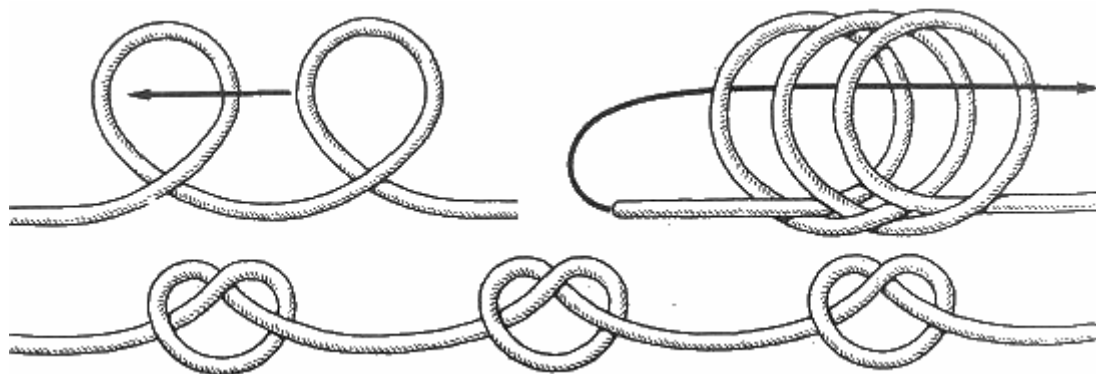

Рис. 8. "Пожарная лестница"
**"Пожарная лестница"** (рис. 8). В повседневной деятельности моряков, верхолазов-монтажников, строителей, пожарных, горноспасателей и скалолазов нередко возникает необходимость в использовании так называемого шкентеля с мусингами. Шкентелем на флоте называют вертикально висящий растительный трос, закрепленный за что-нибудь верхней частью, а мусингами - утолщения на нем, вплетенные в него в виде узлов, через равные промежутки. С помощью таких тросов матросы садятся в стоящие у борта корабля шлюпки. Но изготовленный шкентель с мусингами всегда оказывается под рукой, когда срочно нужно спуститься по тросу за борт или подняться по отвесной стенке, если нет ни лестницы, ни штурмтрапа. Представьте себе, например, такую ситуацию. С палубы стоящего в порту судна в воду упал человек. На палубе лежит свободная бухта растительного троса. Если вы бросите упавшему конец, то едва ли он сможет по нему подняться на борт: трос может оказаться синтетическим, а в порту на поверхности воды обычно есть слой нефти. Руки упавшего за борт человека будут скользить по тросу, не имеющему мусингов. В такой ситуации выручает "пожарная лестница".